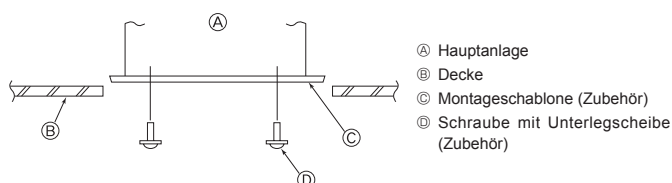

Fig. 2-7
2.6. Überprüfung der Position der Hauptanlage und Festziehen der Aufhängungsstehbolzen (Fig. 2-7)